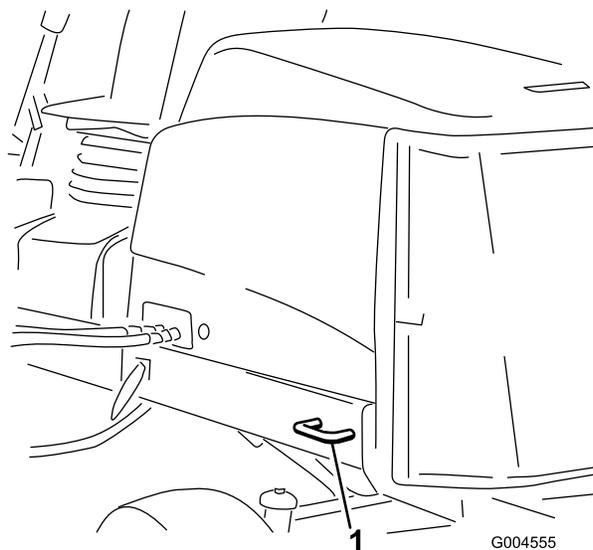

Figura 47
• Posteriori – ogni lato della macchina sul telaio posteriore (Figura 47).